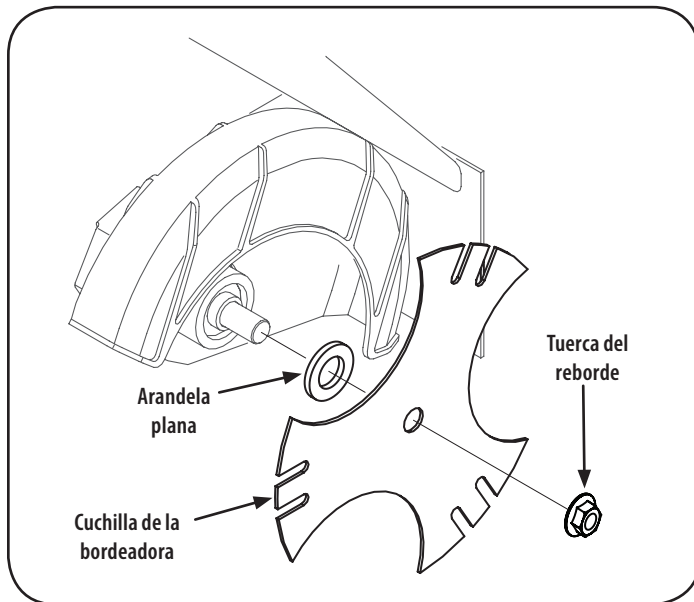

Figura 14
2. Use dos llaves (una para impedir que la cabeza del perno hexagonal gire loca y la otra para desenroscar la tuerca de brida) para extraer la cuchilla de la bordeadora. Consulte la Figura 14.